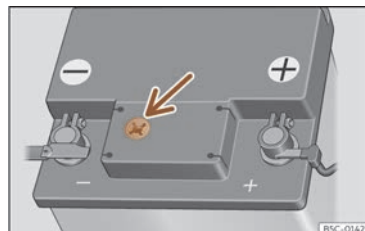

Abb. 232 Sichtfenster an der Oberseite der 12-Volt-Fahrzeugbatterie (Prinzipdarstellung).
- Prüfen Sie die Farbanzeige im runden Sichtfenster an der Oberseite der Batterie >>> (Abb. 232).